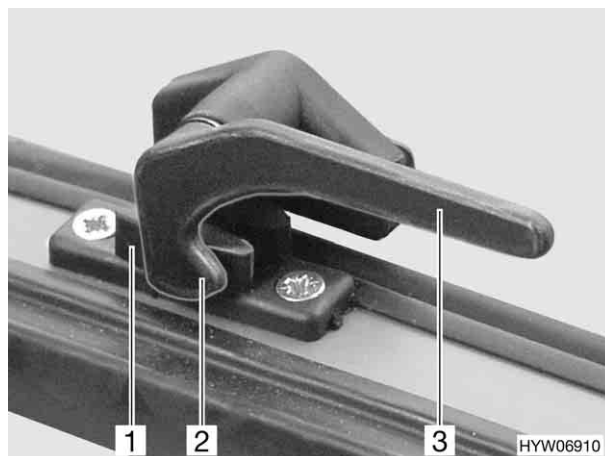

Fig. 18 Finestra apribile, maniglia chiusa
- Girare in posizione verticale la maniglia (Fig. 18,3) della finestra.
- Girare in posizione orizzontale la maniglia della finestra (Fig. 18,3). Il nasello di chiusura (Fig. 18,2) si trova sul lato interno della chiusura della finestra (Fig. 18,1).
- Posizionare la maniglia della finestra (Fig. 18,3) in verticale o ruotarla di un quarto di giro verso il centro della finestra.
- Posizionare la maniglia della finestra (Fig. 18,3) in orizzontale o ruotarla di un quarto di giro verso il telaio della finestra. Il nasello di chiusura (Fig. 18,2) si trova sul lato interno della chiusura della finestra (Fig. 18,1).
- posizione completamente chiusa (Fig. 18).